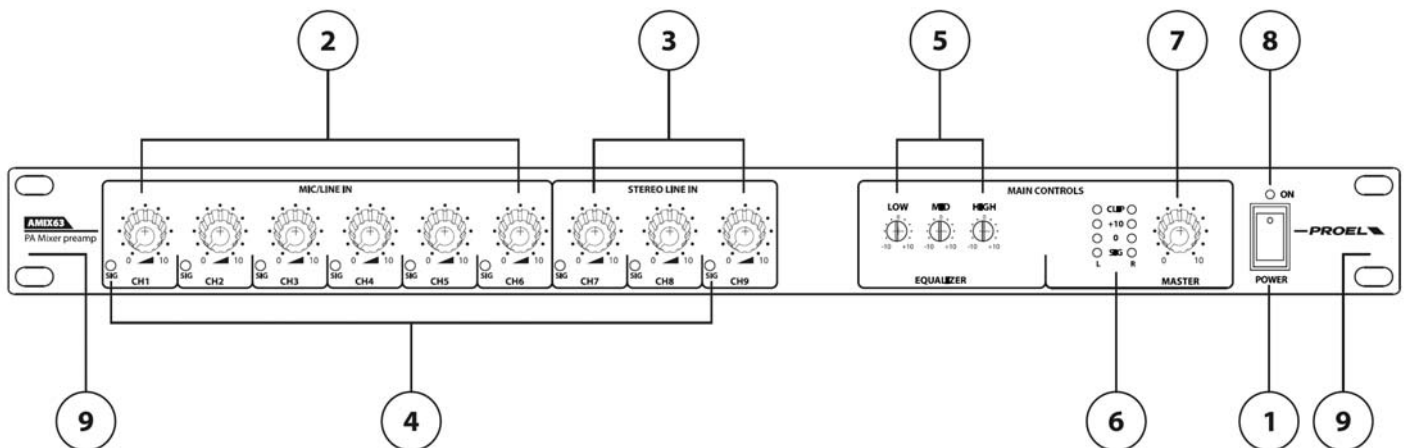
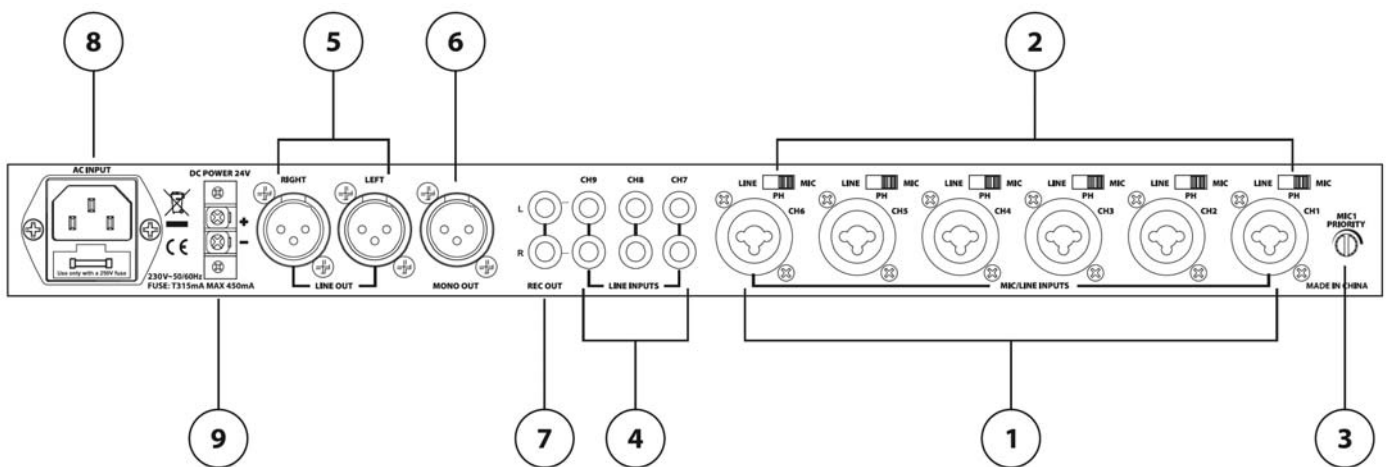

fig.1
fig.2
Consente di regolare il livello sull'uscita L, R e MONO OUT (fig.2 rif.5, 6)
Ogni singolo ingresso stereo può essere utilizzato per collegare due ingressi di linea provenienti da due sorgenti sonore (ad esempio due radiomicrofoni), l'unico inconveniente è che sarebbero gestite dallo stesso controllo di livello (fig.1 rif.3)
- a. Per accendere l'apparecchio portare l'interruttore d'accensione (fig1, rif.1) in posizione ON.
- b. Collegare le sorgenti sonore agli ingressi sul pannello posteriore (fig2, rif.1,4)
- c. Per gli ingressi 1~6 impostare il selettore LINE- MIC PH – MIC (fig2, rif.2) a seconda del tipo d'ingresso collegato. Posizione **LINE** per segnali di livello linea (lettori CD, sintonizzatori AM/FM, ecc.); posizione **PH** per microfoni che necessitano di alimentazione phantom (electrete - condensatore); posizione **MIC** per microfoni dinamici
- d. Ogni canale d'ingresso ha un controllo di volume indipendente (fig.1 rif.2,3) che consente di stabilire il volume di ascolto desiderato.
- e. Controlla la presenza di segnale in ogni canale tramite il led SIG (fig.1 rif. 4).
- f. Regolare il livello delle uscite L - R (fig.2 rif.5) e MONO OUT (fig.2 rif.6) mediante la manopola MASTER (fig.1 rif.7). Per ottenere un buon volume d'ascolto senza aver problemi di distorsione regolare il potenziometro mantenendo il livello d'uscita in maniera che l'indicatore di CLIP non rimanga acceso.